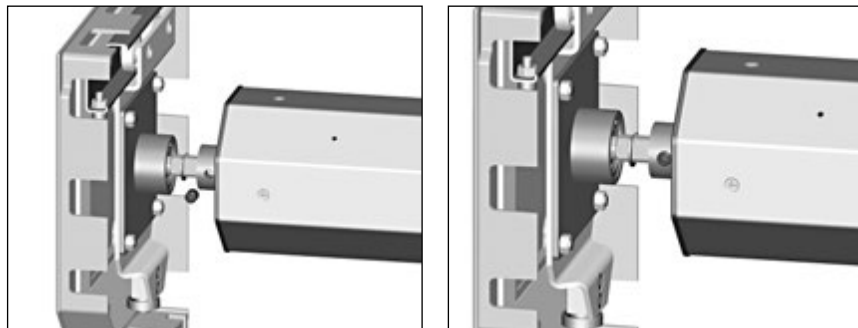

Рис.4.2 Установка несущего стержня в подшипник и разметка места под засверловку.
- отвернуть установочный винт капсулы и выдвинуть несущий стержень до упора в подшипник (рис.4.2); стержень не должен доходить до упора во внутреннюю обойму подшипника на 1-2 мм;
**5.6.** Установить вал роллеты (рис.4.2):